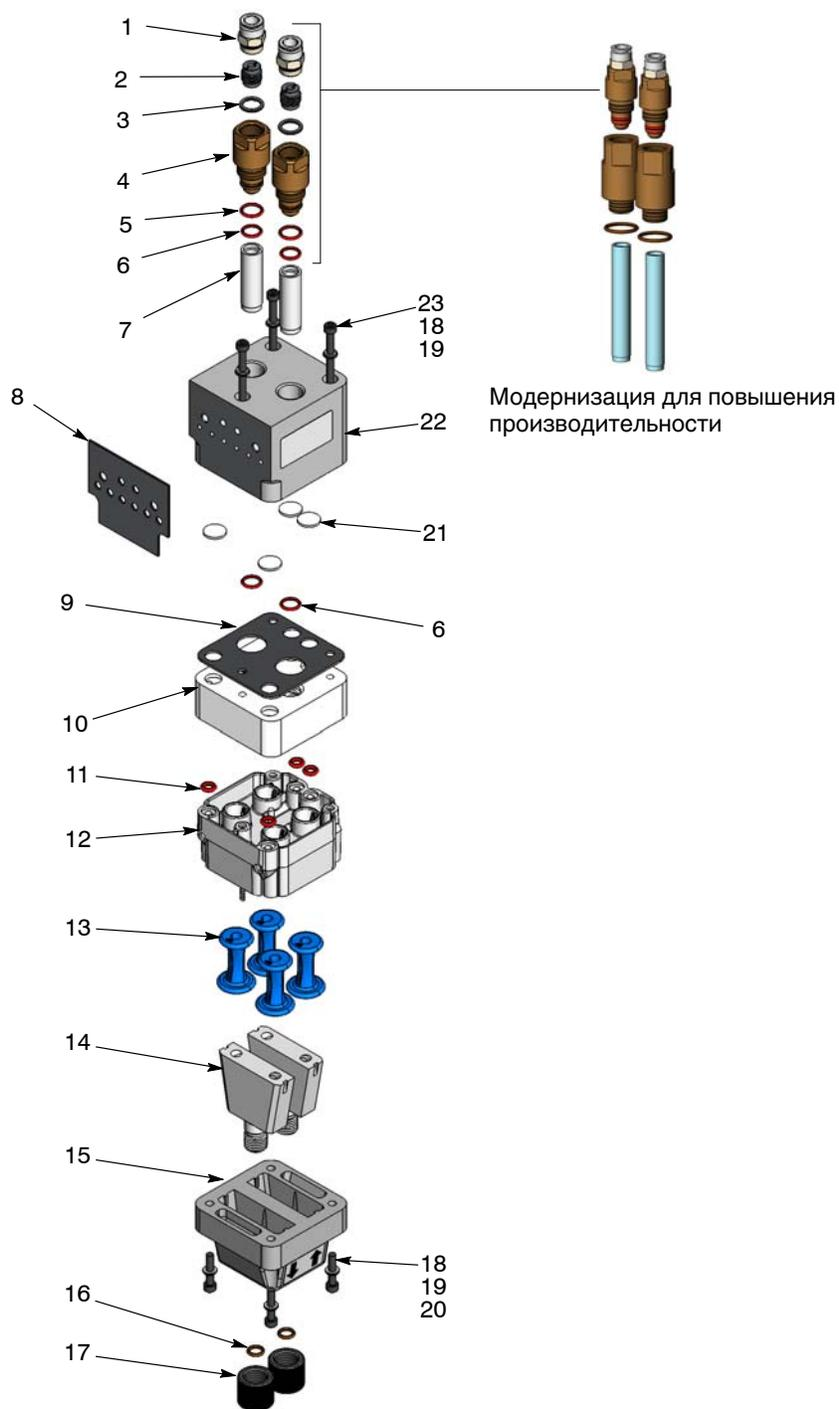

Рис. 10 Разборка насоса
4. См. рис. 10. Разобрать насос, как показано на рисунке, начиная с трубок псевдооживления. Прокладки приклеены и не нуждаются в снятии, если только они не повреждены.